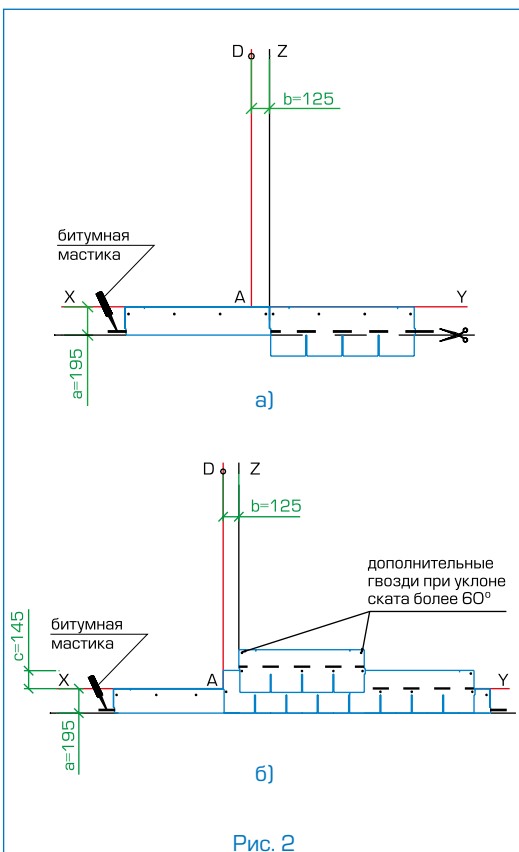

Рис. 2
Укладка материала (рис. 2)
- Начальный ряд формируется из листов черепицы КЛАССИК обрезанных по линии образованной конечными точками вырезов. Полученные таким образом полосы шириной 19,5 см укладываются по линии карниза в обе стороны от линии Z (рис. 2а) и фиксируются по нижнему краю битумной мастикой, а по верхней кромке 4 гвоздями (ось гвоздей на 5 см ниже верхнего края полосы);
- далее первый ряд черепицы укладывается от линии AD (рис. 2б);
- второй ряд укладывается от линии Z (со смещением 12,5 см от AD) (рис. 2б);